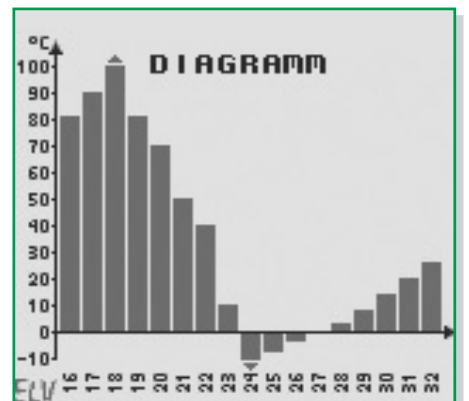

Bild 6: Der Bildschirm „Temperaturdiagramm“
In der Diagrammansicht werden die Messdaten grafisch aufbereitet. An der Y-Achse (12) kann man die Höhe der durch die Balken dargestellten Messwerte (13) ablesen. An der X-Achse (14) wird für jeden Messwert die Nummer des dazugehörigen Speicherplatzes angezeigt. Bei einem Messwertüberlauf erscheint oberhalb bzw. unterhalb (Abb. 6) des jeweiligen Balkens ein kleiner Pfeil (15). Auch hier ist es möglich, sich einen bestimmten Ausschnitt des Diagramms durch Verschieben des anzuzeigenden Bereiches darstellen zu lassen. Das Verschieben erfolgt hierbei mit Steuerkreuz links und Steuerkreuz rechts.